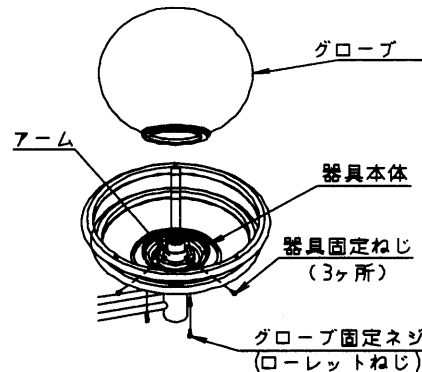

図5
- ① ポールへの固定方法と同様にグローブ固定ねじ（ローレットねじ）を緩めグローブを取り外し、器具本体をアームに差し込み器具固定ねじ（3ヶ所）で固定してください。（図5）